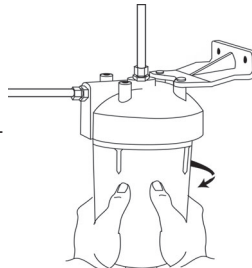

Figure 10
10. Retirer le boîtier en le tenant à deux mains et en tournant vers la gauche. On peut utiliser une clé pour tenir la cheville carrée au bas du boîtier, si nécessaire. (Figure 10)